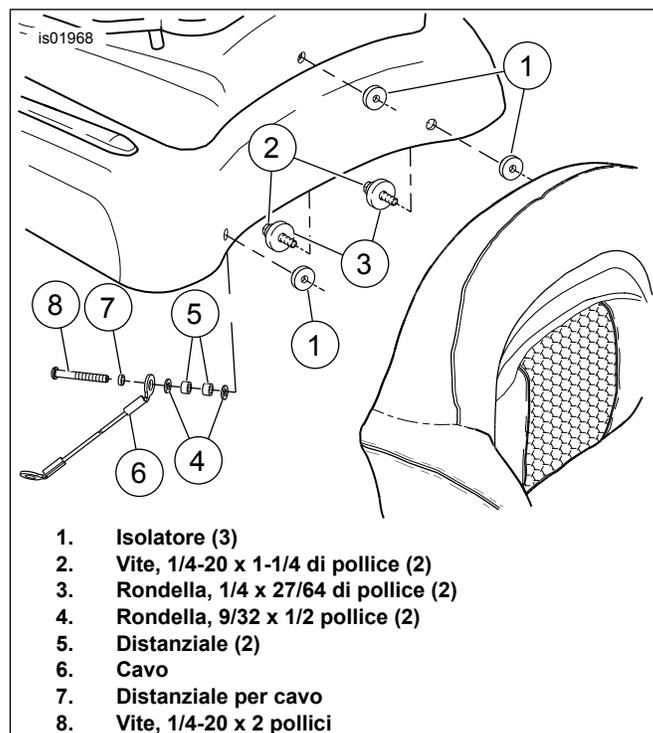

Figura 4. Installazione dello schienale
Vedere Figura 4 per le operazioni di cui ai punti da 1 a 4.
2. Inserire tre isolatori (1) nei tre fori di montaggio dello schienale nel coperchio del Tour-Pak.
3. Installare lo schienale del Tour-Pak al coperchio del Tour-Pak con due viti (2) e rondelle (3). Serrare le viti ad una coppia di 2,8 N·m (25 in-lbs).
4. Installare la vite (8) nello schienale attraverso il distanziale per cavo (7), il cavo (6), due distanziali di plastica (5) e due rondelle (4) nell'ordine illustrato nella Figura 4. Serrare la vite ad una coppia di 2,8 N·m (25 in-lbs).